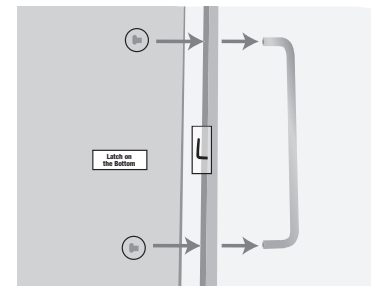

Figura 2
5. Coloque los tornillos, la parte delantera del cajón y la manija de la puerta de tal manera que se alíen con los dos agujeros cortados en la manija del cajón. (Ver figura 2).